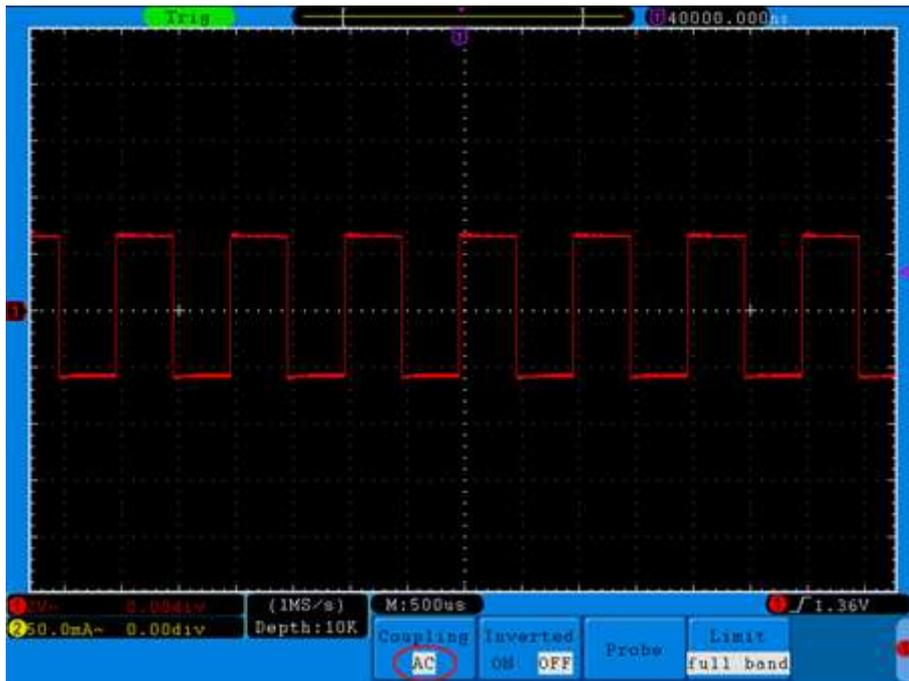

Figura 5-2 Oscilograma de Acoplamento AC
- (1) Pressione o botão **CH1 MENU** para exibir o menu de configuração do canal 1.
- (2) Pressione o botão **H1** e o menu de acoplamento (Coupling) aparecerá na tela.
- (3) Pressione o botão **F1** para selecionar "**DC**" como acoplamento. Ambas as componentes AC e DC do sinal irão passar.
- (4) Então, pressione o botão **F2** para selecionar "**AC**" como acoplamento. A componente de corrente contínua do sinal será bloqueada. As formas de onda são mostradas na *Figura 5-2*.